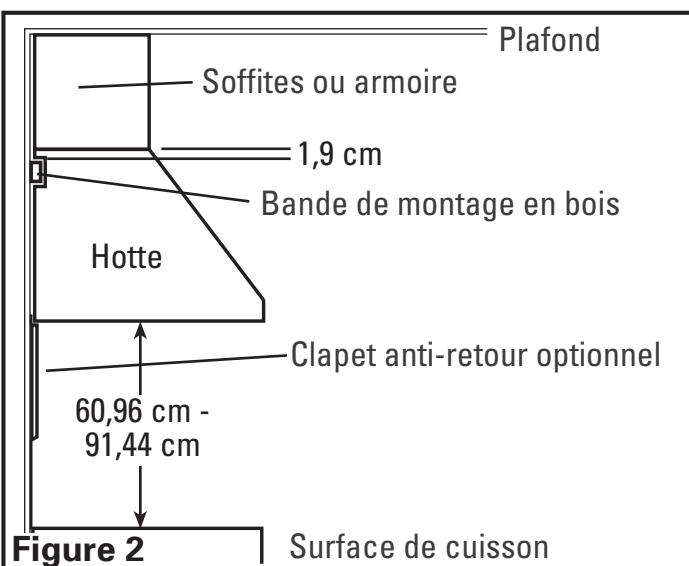

Figure 2
- Les mesures pour l'installation seront personnalisées à votre emplacement spécifique et dépendront de la hauteur exacte du plafond, de la distance de la surface de cuisson, de la hauteur de l'armoire ou du soffite, ainsi que d'autres facteurs et doivent être ajustées en conséquence. La hotte doit être montée à un minimum de 60,1 cm et à un maximum de 91,4 cm de la surface de cuisson (**Figure 2**).